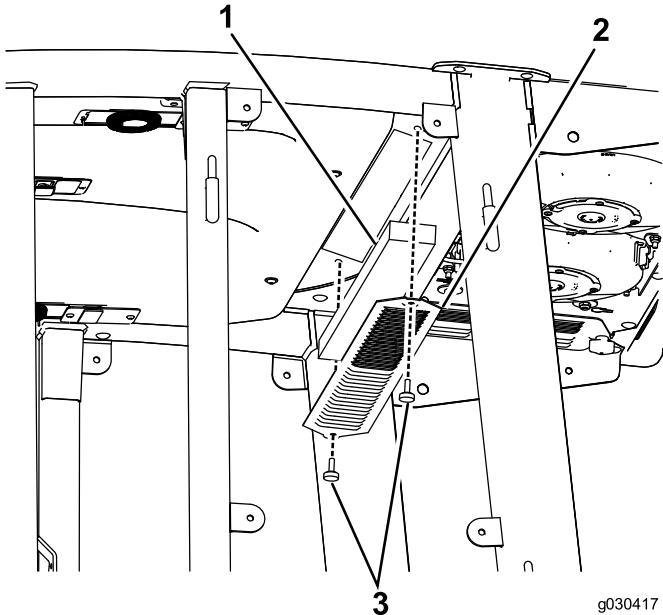
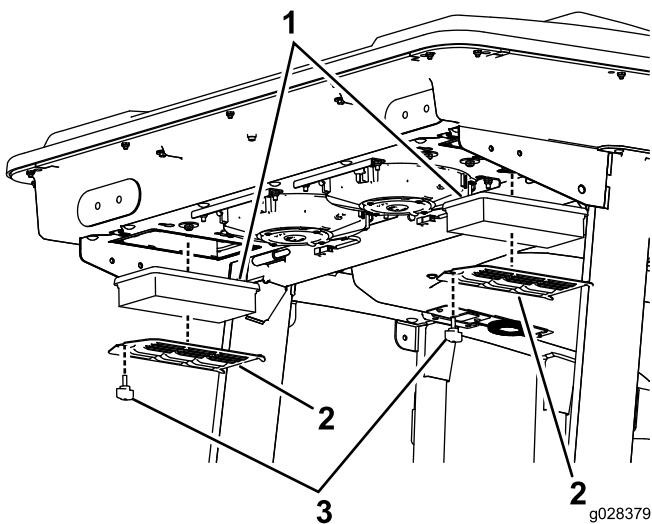
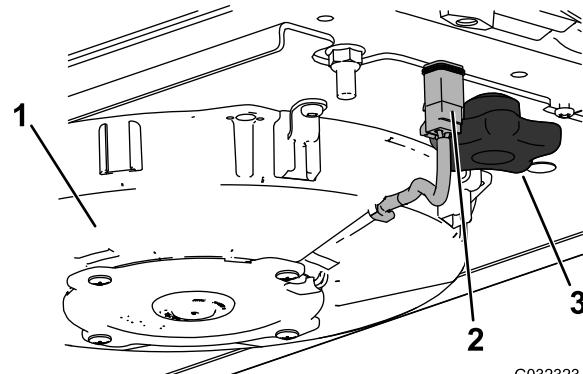
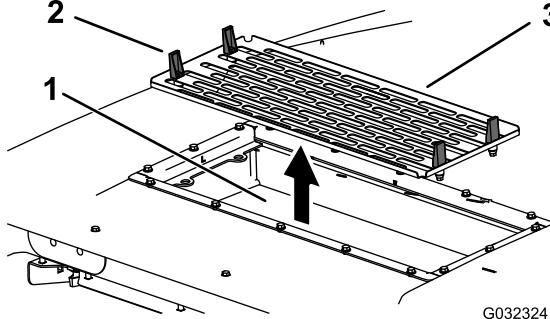

Figure 56
Figure 57
Figure 58
Figure 59
- Retirez les vis à oreilles et les grilles des filtres à air intérieur et arrière de la cabine (Figure 56 et Figure 57).
- Débranchez le câble de chaque ventilateur (Figure 58).
- Retirez les 2 boutons et déposez le ventilateur (Figure 58).
- Ouvrez les 4 fermetures sur le système de climatisation et déposez la grille (Figure 59).
- Déposez les filtres à air (voir Figure 57).
- Reposez les filtres à air, la grille et le ventilateur (Figure 57, Figure 59 et Figure 58).
- Rebranchez le câble de chaque ventilateur (Figure 58).